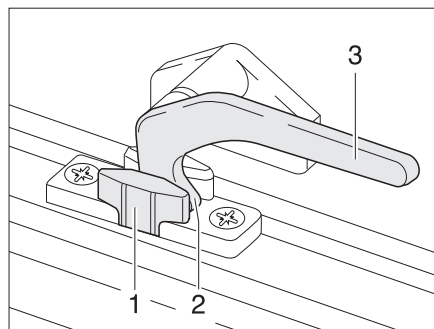

Fig. 36 Palanca de bloqueo en la posición de "ventilación continua"
- En la posición "ventilación continua" (Fig. 36)
- Girar la palanca de bloqueo (Fig. 36,3) un cuarto de vuelta hacia la mitad de la ventana.
- Girar de nuevo hacia atrás la palanca de bloqueo. El saliente de bloqueo (Fig. 36,2) se ha de introducir para ello en el rebaje del bloqueo de la ventana (Fig. 36,1).